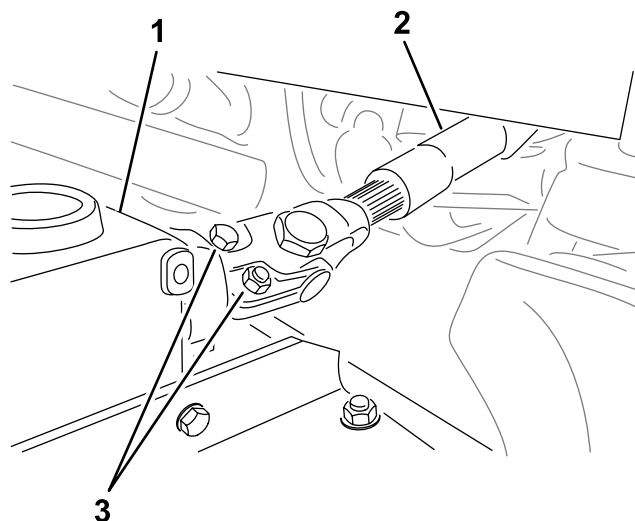

Рисунок 4
3. Вставьте вилку ВОМ в вал редуктора и соедините валы друг с другом с помощью 2 болтов и гаек, установленных в противоположных направлениях (Рисунок 4).
4. Затяните болты и гайки (Рисунок 4); см. нормативы моментов затяжки в *Руководстве оператора* для вашей машины.